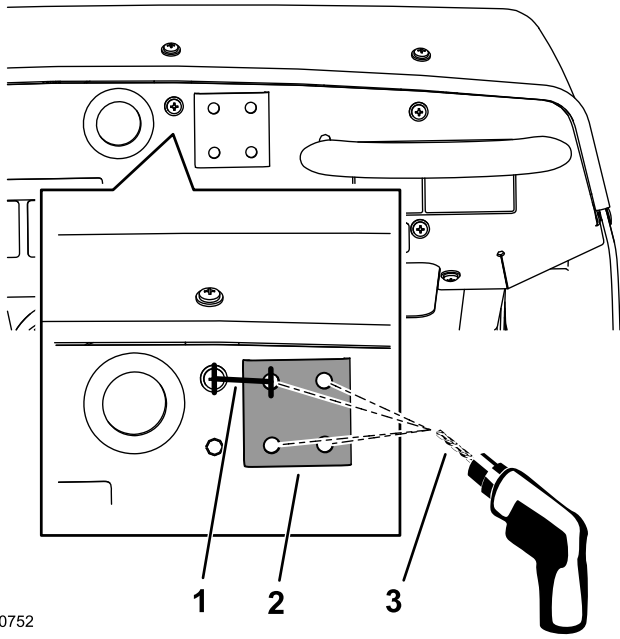

图 157
1. 在机器的仪表板上找到仪表板内孔垫片右侧的仪表板螺丝图 157。
2. 从螺丝中心向右量 33.3mm 用铅笔划一条垂直线标记该位置图 157。
5. 使用 8mm 钻头根据中心冲标记在仪表板上钻孔图 157。
7. 将加劲板水平放置到仪表板的顶部然后使用加劲板作为模板在仪表板上钻出剩余 3 个孔图 157。